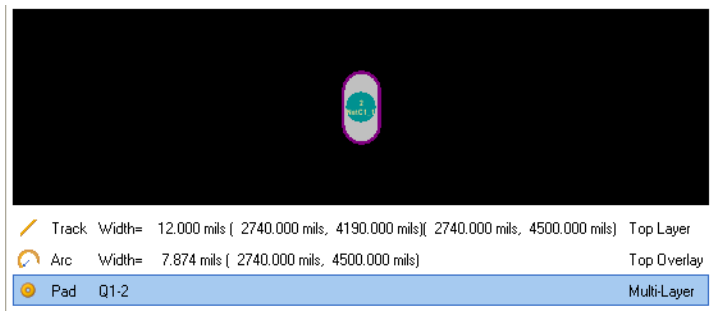

图3-33 选择框选择需要的对象
- 3. 将光标放在Q1三极管中间的一个焊盘的中心，左击或按ENTER。因为光标是在焊盘和与其连接的导线上，所以会有一个选择框弹出来让设计者选择需要的对象（如图3-33），从选择框中选择三极管的焊盘。